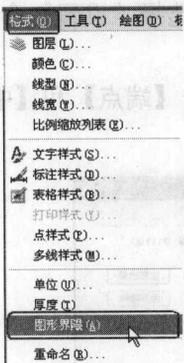

图 1-12 选择菜单命令
(1) 选择样板。启动 AutoCAD 2007，进入 AutoCAD 界面，选择 acadiso 样板。
(2) 执行菜单栏上的【格式】→【图形界限】命令，如图 1-12 所示，或在命令行中输入“limits”命令，并回车从而执行图形界限命令。